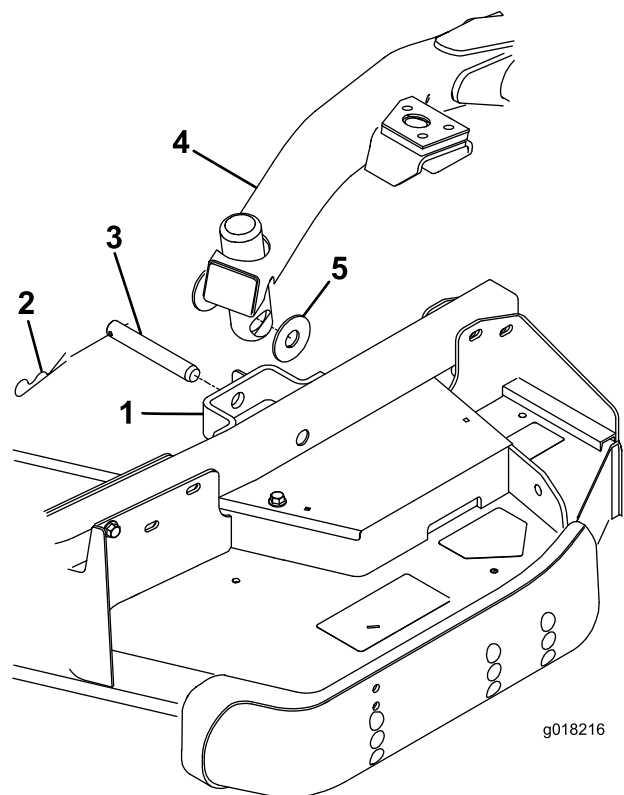

Figura 4
- Retire las 2 arandelas de empuje, la chaveta y el pasador del soporte del brazo de cada rueda giratoria de la unidad de corte (Figura 4).
- Presione el interruptor de elevación hacia adelante, a la posición de Flotación. Empuje hacia abajo uno de los brazos de elevación hasta que los taladros del brazo de elevación estén alineados con los taladros del soporte del brazo de la rueda giratoria (Figura 4).
- Sujete el brazo de elevación al brazo de la rueda giratoria con las 2 arandelas de empuje, un pasador y una chaveta. Coloque las arandelas de empuje entre el brazo de elevación y el soporte del brazo de la rueda giratoria (Figura 4). Introduzca el extremo del pasador de horquilla en la ranura de la pestaña del brazo de la rueda giratoria para retener el pasador.